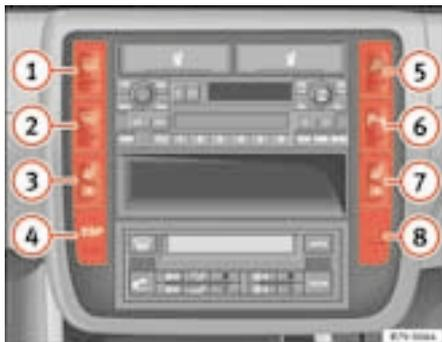

Abb. 73 Schalter für Warnblinkanlage
2. Drücken Sie die Taste  ⇒ Abb. 73, um die Warnblinkanlage einzuschalten ⇒ .